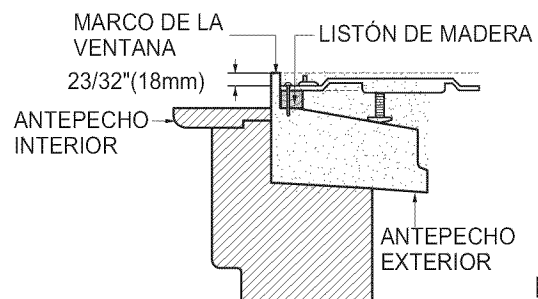

FIG. 12
- * Las dimensiones y la geometría de las ventanas son diferentes de acuerdo con el fabricante. Compruebe su ventana y chequee la FIG.12 para instalar el soporte de montaje de manera firme y segura.